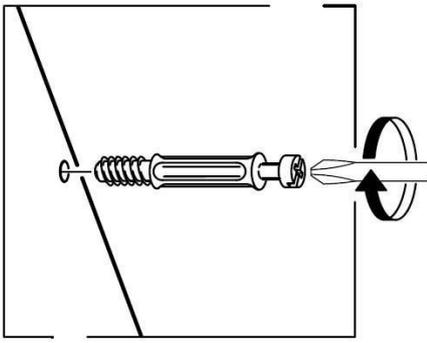

Рис. 1
1. В боковые стенки (41), (42), нижний щит (43), заднюю стенку (44) в имеющиеся отверстия установить эксцентрики таким образом, чтобы стрелка была повернута в сторону отверстия в торце.
В установленные муфты эксцентриковых стяжек на боковых стенках (41), (42), крышке (40) ввернуть дюбели, в соседние отверстия установить шканты (рис.1).
Собрать между собой боковые стенки (41), (42), нижний щит (43) и заднюю стенку (44) так, чтобы дюбели и шканты вошли в предназначенные для них отверстия (рис.1). Закрепить заднюю стенку (44) с помощью конфирматов, ввернув их сквозь отверстия в нижнем щите (43). Затянуть эксцентрики на нижнем щите (43). Присоединить основание комода (45) к нижнему щиту (43) с помощью винтов М6x25. К получившейся конструкции присоединить крышку (40) так, чтобы дюбели и шканты в крышке вошли в предназначенные для них отверстия в боковых стенках (41), (42) и задней стенке (44). Затянуть эксцентрики, повернув их на 180 градусов (см. схему сборки). Закрыть эксцентрики и конфирматы заглушками-самоклейками.